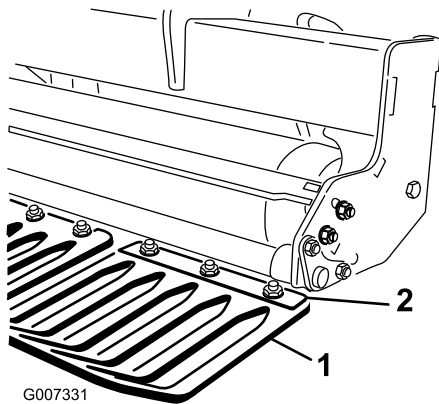

Figure 17
1. Desserrez les écrous qui assujettissent les fixations des protège-gazon à la barre porte-outil (Figure 17).